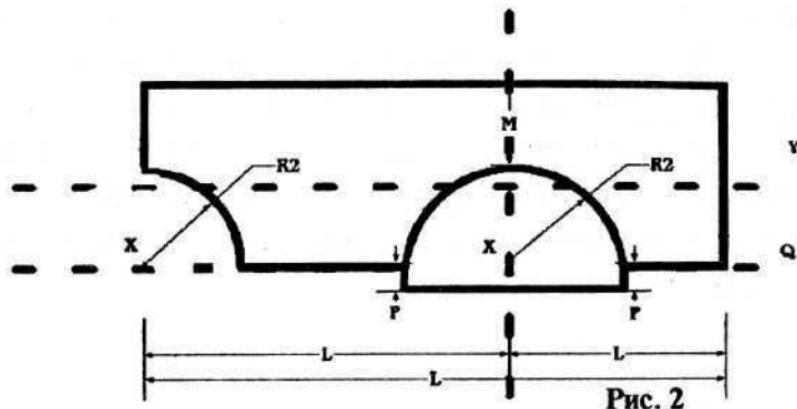
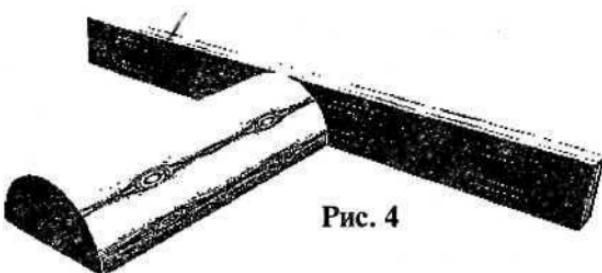

Рис. 2
Рис. 4
5. Не желательно отклонение продольных размеров изделия (L) более чем на 5 мм от значений, указанных в спецификации. Контрольные замеры должны производиться у каждого изделия по всей его длине. Контроль осуществляется при помощи шаблонов (C) из полубревна соответствующего диаметра с осевой отметкой (см. рис. 2).
11. Радиус окружности обработанной поверхности чашек (R2) должен быть равен радиусу изделия (R). Обработанная поверхность чашек должна иметь строго цилиндрическую форму. Контроль производится с помощью шаблона, изготовленного из полубревна соответствующего диаметра. Поверхность шаблона должна плотно, без зазоров прилегать к поверхности чашки. Не допускаются зазоры более чем 5 мм (*см. рис. 2*).
12. Оси чашек (Х) должны перекрещиваться с продольной осью бревна (У) под углом 90 градусов (*см. рис. 2*). Не желательно отклонение оси чашек более чем на 1 градус. Для контроля используются Т-образный шаблон (Т) и транспортир. Шаблон изготавливается из отрезка полубревна и рейки, соединенных под углом 90 градусов (*см. рис. 4*). Должны производиться контрольные замеры каждой чашки на каждом изделии.
13. Оси чашек (Х) должны быть параллельны плоскости, определенной ребрами теплового замка (Q). Для контроля используется шаблон, изготовленный из полубревна соответствующего диаметра и линейка. Производится замер расстояний от поверхности шаблона до одного из ребер теплового замка (Р) в четырех угловых точках каждой чашки. Вышеуказанные расстояния должны быть равны между собой (*см. рис. 2*). Не желательно отклонение между ними более чем на 2 мм.
Контрольные замеры производятся при помощи кронциркуля у каждого изделия. Не желательно отклонение размеров более чем на 2 мм (*см. рис. 2*).